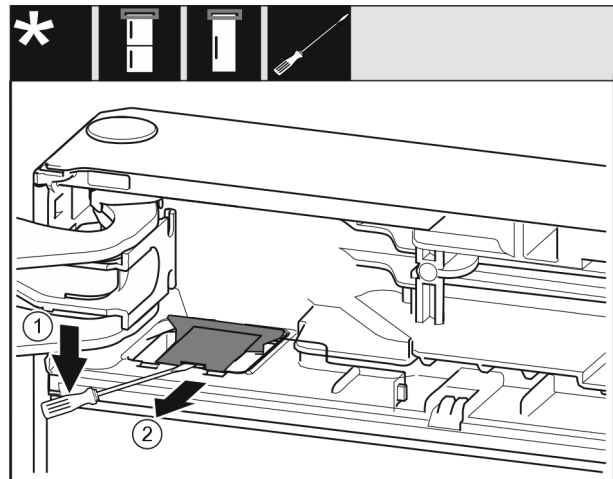

Fig. 10
- Met een sleufschroevendraaier de afdekking losmaken en optillen. Fig. 10 (1)
- Afdekking eruit nemen. Fig. 10 (2)